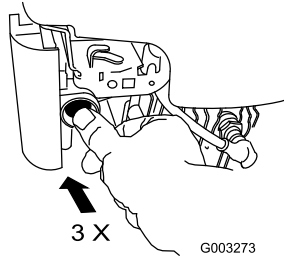

Figura 23
1. Apriete el cebador 3 veces con el dedo pulgar, presionando con fuerza, y manteniendo la presión durante un segundo antes de soltarlo (Figura 23).